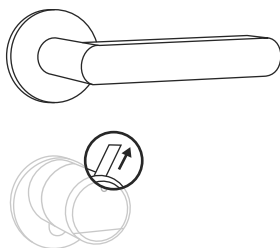

Fig. 11
- ⑧ Se non lo si è ancora fatto, rimuovere la striscia di protezione della batteria dal vano batteria sulla manopola interna (Fig. 11).